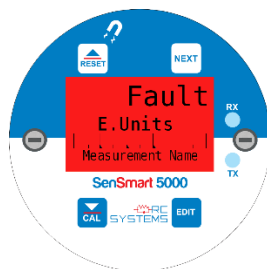

Figura 9 Pantalla de fallos del SenSmart 5000
3. Aplique un gas cero limpio (Figura 9), utilizando la copa de calibración o asegúrese de que no haya gas objetivo de fondo en el área monitoreada. Una vez que la lectura sea estable, deslice el *Editar* tecla para configurar la calibración de cero. Para omitir la calibración de cero e ir a la calibración de rango, deslice el dedo. *Próximo* Clave. Una vez que se muestre un mensaje que indique que la calibración a cero se completó correctamente, proceda al siguiente paso.
4. Aplique el gas de ajuste correcto, como se indica (Figura 9). Una vez que la lectura se estabilice, deslice el *Editar* tecla para configurar la calibración de rango. Para omitir la calibración de rango, deslice el dedo. *Próximo* Cuando se muestre un mensaje que indique que la calibración del rango se ha completado correctamente, el detector de gas volverá a la pantalla de visualización de datos.